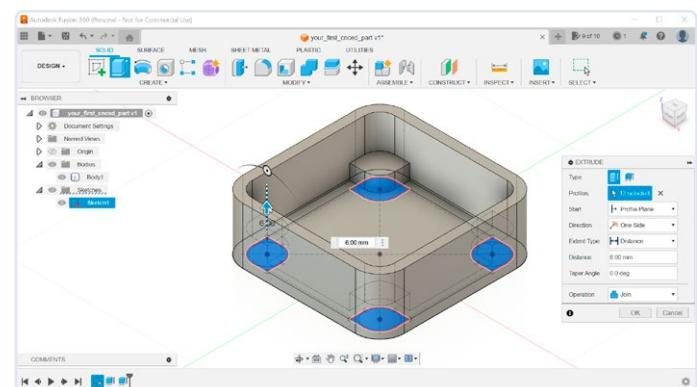

Figure 12. Extrusion des quatre supports.
12. Nous pouvons maintenant, à nouveau, terminer l'édition du sketch en cliquant sur le bouton *Finish Sketch*, et nous pouvons extruder les supports. Comme le corps est visible, il peut être difficile de sélectionner les différentes faces du sketch. Une solution plus facile est de cacher temporairement *Body1* du navigateur, sélectionner l'outil *Extrude* (figure 12), et sélectionner les formes du sketch. Cependant, avant d'extruder, vous devez montrer *Body1* pour que les supports soient connectés avec ce corps. La distance devrait être de 6 mm, et, dans la boîte de dialogue *Extrude*, assurez-vous que la fonction *Operation* soit sur *Join*.